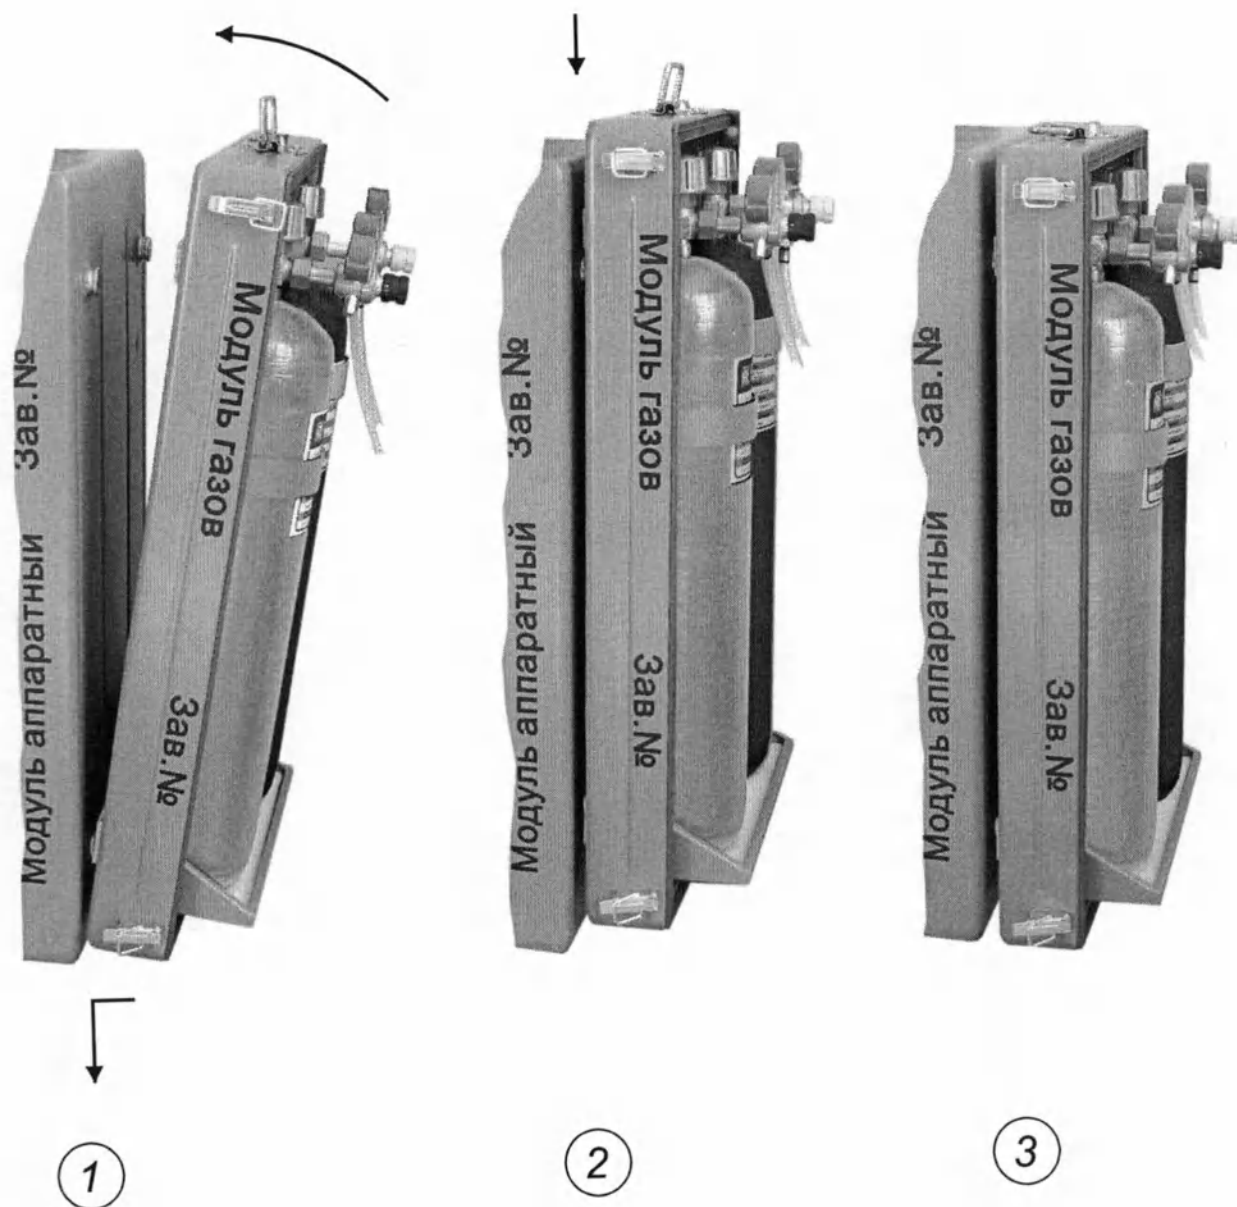

Рис. 7. Установка модуля газов на модуль аппаратный.
- 5.20. Установить его на заднюю поверхность модуля аппаратного согласно схеме на Рис.7, при этом первыми завести нижние зацепы, далее совместить верхние и поступательным движением вниз зафиксировать модуль газов. Сняв шланги высокого давления с парковочных мест тянущим движением за обечайку коннекторов, провести шланги под боковыми ручками без пересечений каждый со своей стороны и соединить с соответствующими коннекторами на блоках инсуффляции и подачи аргона.